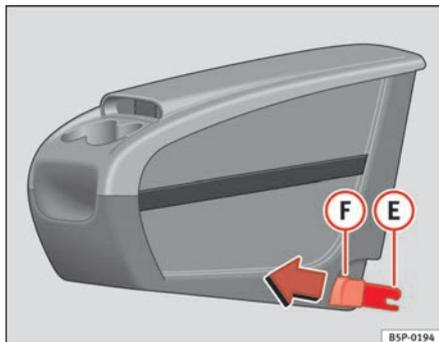
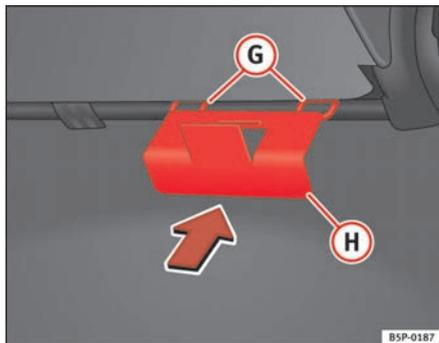

Fig. 111 Cassetto portaoggetti estraibile. Montaggio
Fig. 112 Piastra di fissaggio del cassetto portaoggetti estraibile
- Collocare dall'interno del veicolo la piastra di fissaggio (H) ⇒ fig. 112 del cassetto portaoggetti estraibile, facendolo passare attraverso la parte posteriore del sedile. Deve essere collocato fra lo schienale e il piano del sedile, nella zona del posto centrale.
- Agganciare i due pezzi di fissaggio (E) ⇒ fig. 111, con i due anelli di fissaggio (G) ⇒ fig. 112 e premere con forza fino a quando le due pinze si incastrano completamente con gli anelli.
- Tirare in avanti entrambi i pulsanti ⇒ fig. 111 (F) delle pinze (pulsanti rossi), fino a quando non si sente lo scatto.